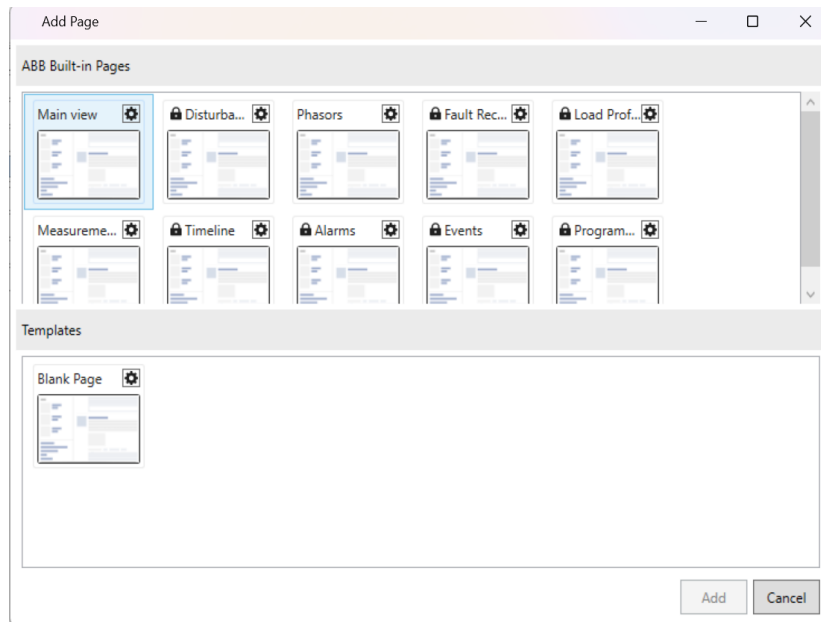

Imagen 147_Ventana de páginas en PCM600.
- 3.13 Nos aparecerán varias opciones de páginas donde vamos a seleccionar la opción de “Main View” como se observa en la **Imagen 147**.